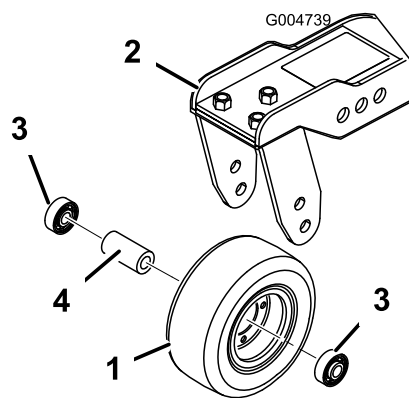
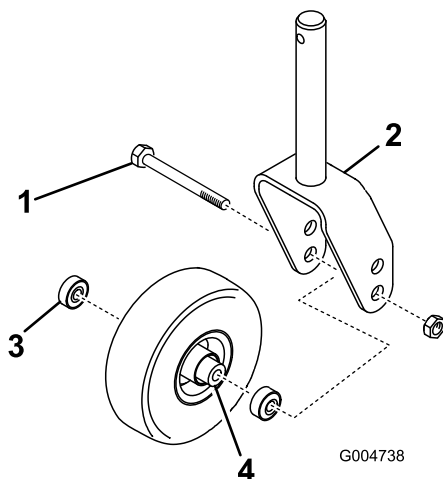

Figura 85
Figura 84
2. Togliete il cuscinetto dal mozzo della ruota e lasciate cadere il distanziale del cuscinetto (Figura 84 e Figura 85).
1. Togliete il dado di bloccaggio dal bullone che fissa il gruppo ruota orientabile alla forcella (Figura 84) o al braccio di rotazione (Figura 85).